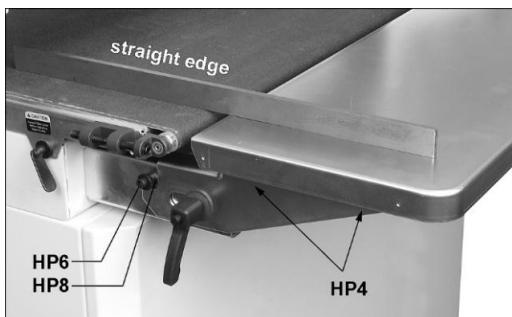

Abb. 6-4: Ausrichten der Verlängerungstische
6. **Hinweis:** Die Verlängerungstische müssen eben oder etwas unterhalb der Vorschubtischoberfläche platziert sein, damit das Schleifgut korrekt abgestützt wird. Zur Positionsüberprüfung ein Messlineal auf das Vorschubbänder legen und mit der abgesenkten Schleiftrommel festklemmen. Siehe Abb. 6-4. Den Verlängerungstisch anheben, bis sich die Tischoberfläche auf Höhe des Vorschubbänders befindet. Die Schrauben (HP4) festziehen.